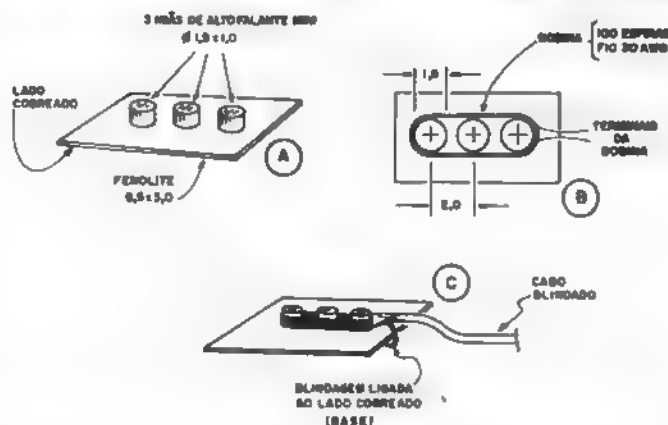
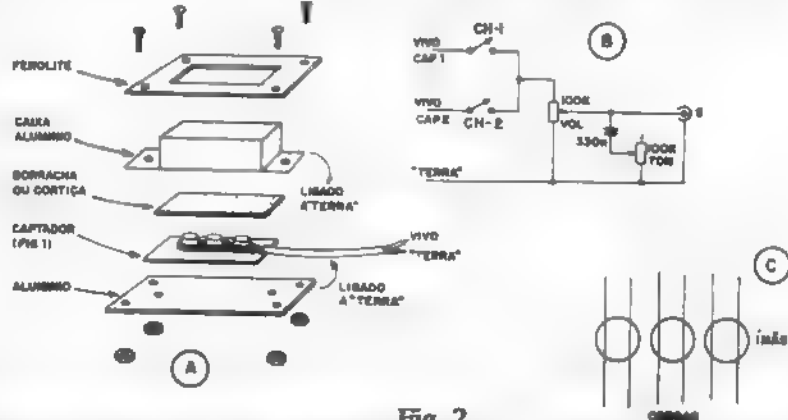
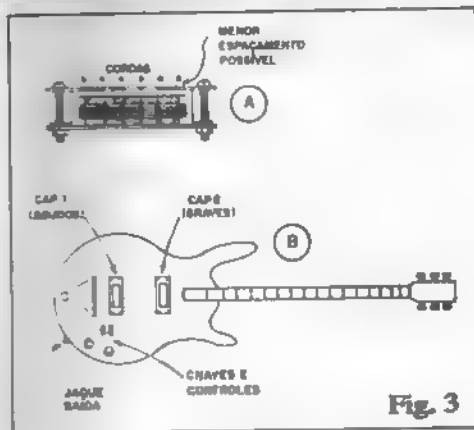

Fig. 1
Fig. 2
Fig. 3
- FIG. 1 - CONSTRUINDO UM CAPTADOR MAGNÉTICO PARA GUITARRA - Um captador desse gênero pode ser totalmente "feito em casa", exigindo para tanto apenas materiais de fácil obtenção, e - naturalmente - alguma "mão de obra", além de ferramental básico (nada que o Leitor/Hobbysta provavelmente já não possua, na sua caixa de ferramentas ou "sucata"...). O ponto fundamental é a obtenção dos magnetos (ímãs) essenciais ao "miolo" do captador: serão necessários três ímãs, de preferência redondos (cilíndricos), com diâmetro tão próximo quanto possível de 1,5 cm., e uma altura em torno de 1,0 cm. cada. Uma "fonte" óbvia desses magnetos são pequenos alto-falantes inuti-
- **FIG. 1-B** - O espaçamento entre o centro dos magnetos (os três devem ficar alinhados) deve situar-se em torno de 2,0 cm. Uma vez fixados os ímãs, o Leitor/Hobbysta deve providenciar cerca de 15 metros de fio de cobre esmaltado nº 30 (ou nº 32) e enrolar 100 voltas do dito fio em torno do trio de magnetos, conforme mostra a figura. Obtidas as 100 espiras, o conjunto deve ser fixado com fita adesiva ou filetes de cola, aplicados ao aglomerado de fios, de modo que a bobina não "desmonte". Mantenha-se, contudo, a superfície superior dos ímãs, livre e limpa.
- **FIG. 1-C** - A ligação elétrica da bobina captadora deve ser feita com cabo blindado mono, fino, conectando-se a "malha" e o "vivo" de tal cabo, indiferentemente aos dois fios/terminais da bobina (não esquecer de raspar o esmalte do fio de cobre, caso contrário a ligação soldada não "pegará"). O
- **FIG. 2-A** - Vista explodida do captador magnético, em seu todo. As dimensões gerais não são dadas, pois tratam-se de dados ou parâmetros não críticos, dependendo muito das próprias dimensões ou forma do corpo do instrumento ao qual o captador vá ser acoplado. É fácil, porém, inferir as dimensões de cada item, tomando-se como base as medidas do substrato e do conjunto de ímãs/bobina (FIG. 1). Como base mecânica geral da "coisa", usamos uma placa retangular de alumínio (ou mesmo lata, recortada na forma e dimensão convenientes...). Para proteção à parte superior do conjunto ímãs/bobina, um pequeno retângulo de borracha (pode ser até recortado de câmara de pneu...) ou cortiça. O conjunto básico é fechado numa espécie de caixa de alumínio ou lata (materiais fáceis de recortar e "planificar", dobrando-se nos pontos convenientes, dotada de duas abas para fixação. Finalmente, para fechamento "estético" do captador, um retângulo de fenolite, fórmica ou mesmo plástico rígido, contendo uma "janela" central, destinada a receber o topo da "cai-
- **FIG. 2-B** - A circuitagem (simples) interna da guitarra é mostrada, em esquema, na figura... Notar que normalmente as guitarras usam pelo menos dois captadores, e assim o Leitor/Hobbysta deverá construir dois conjuntos (fig. 1 e 2-A) completos de captação magnética, para um perfeito desempenho. No pequeno circuito de comando e controle, duas chaves simples (CH-1 e CH-2) determinarão qual o captador que deve entrar em ação. Observar bem as conexões dos "vivos" (condutor do "miolo" dos cabos blindados) e "terra" (malha dos cabos blindados). Os controles são dois: um para VOLUME e outro para a TONALIDADE, ambos executados por potenciômetros de 100K. Um capacitor (poliéster) de 330n perfaz o conjunto RC variável do controle de tonalidade (em série com o respectivo potenciômetro). A saída "S" do sistema é normalmente feita através do apropriado jaque (tamanho grande), interligando ao circuito e controles via cabo blindado.
- **FIG. 2-C** - Importantes aspectos "mecânicos" da implementação: como são três os magnetos, estes devem atuar sobre as cordas do instrumento, duas a duas, ficando fisicamente distribuídos de acordo com o diagrama. QUEM QUISER CONSTRUIR O CAPTADOR PARA USO NUM CONTRA-BAIXO (4 CORDAS) DEVERÁ USAR DOIS ÍMÃS DE DIÂMETRO UM POUCO MAIOR, OU ENTÃO QUATRO ÍMÃS DE DIÂMETRO UM POUCO MENOR (PROPORCIONANDO O POSICIONAMENTO DE CAPTAÇÃO DAS CORDAS, RESPECTIVAMENTE DUAS A DUAS OU UMA A UMA...).
- **FIG. 3-A** - Ainda quanto aos aspectos "mecânicos" do sistema: para bom rendimento e sensibilidade, é importante que o topo do captador guarde a menor distância possível - na instalação final - com relação ao plano das cordas do instrumento. Observar que esse ajuste mecânico normalmente será
- FIG. 3-B - Para que ocorra uma eficiente captação harmônica do som do instrumento, normalmente são necessários dois captadores (conforme já foi dito). Estes devem ser posicionados da seguinte forma: um bem próximo ao cavalete ou pente (extremidade das cordas), destinado à captação dos harmônicos AGUDOS, e outro junto ao fim do braço do instrumento (mais próximo à zona central das cordas), para captação dos tons fundamentais, mais GRAVES. Músicos mais exigentes poderão acoplar até três captadores (mais um, em posição central com relação aos dois mostrados na figura), configurando o necessário chaveamento (ver FIG. 2-B) de modo a proporcionar inúmeras possibilidades harmônicas de captação. Ainda na figura, vemos as posições tradicionais adotadas para os controles (potenciômetros e chaves), bem como a localização prática do jaque de saída.